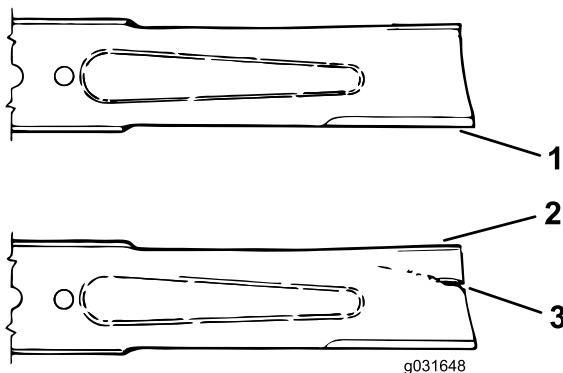

Figure 74
- Examinez attentivement les tranchants de la lame, particulièrement au point de rencontre de la partie plane et de l'ailette (Figure 74).